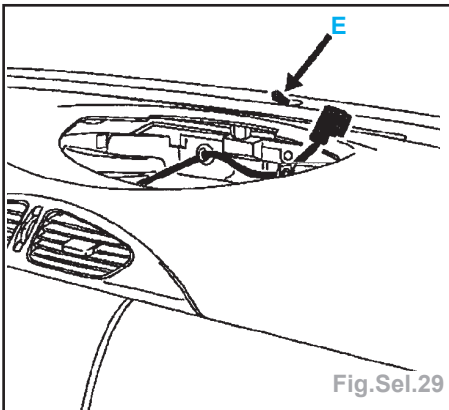

Fig.Sel.29
- déposer le capteur d'ensoleillement (E) (Fig.Sel.29),